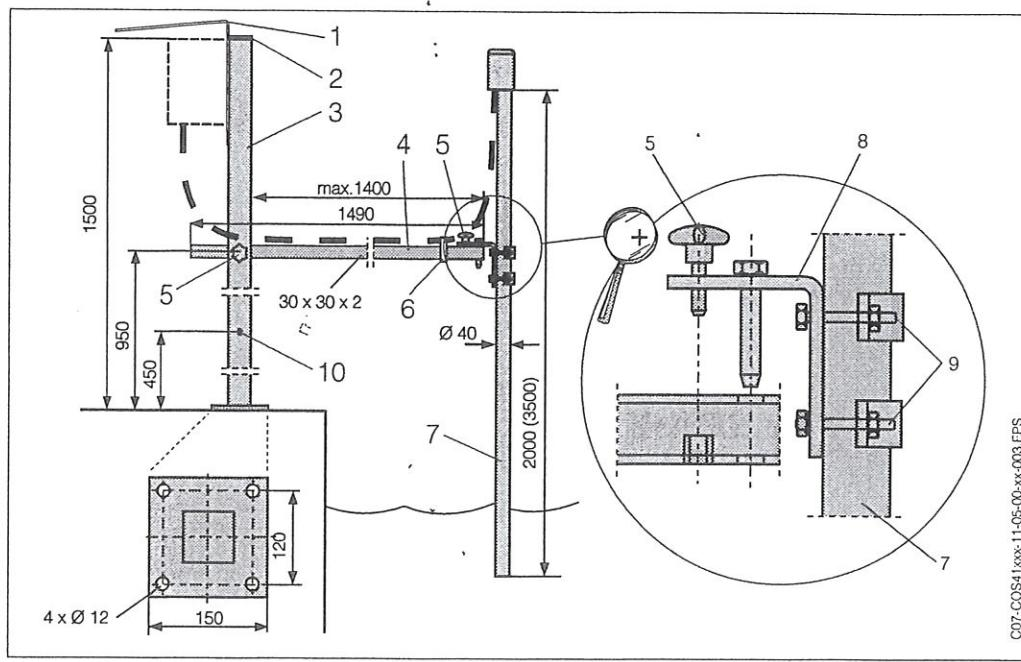

Abb. 3.7: Universalarmaturenhalterung CYH 101-D bzw. E
Vorzuziehende Einbauart bei starker bzw. turbulenter Strömung ( $> 0,5 \text{ m/s}$ ) des Mediums in Becken oder offenen Gerinnen ist die Befestigung über **Standsäule und fest montiertem Tauchrohr** (Bild 3.7). Bei sehr starker Anströmung kann zusätzlich ein zweites Querrohr (10) mit eigenem Rohrhalter montiert werden.